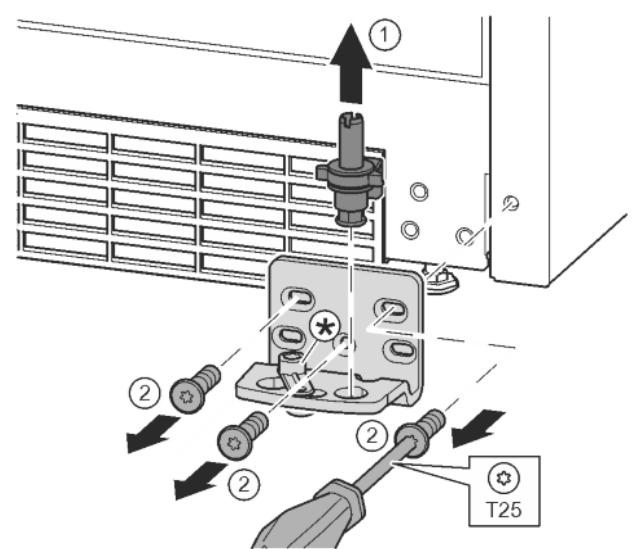

Fig. 15
- Ložiskový čep celý vytáhněte nahoru. Fig. 15 (1)
- Šroubovákem T25 vyšroubujte šrouby a sejměte stojan ložiska. Fig. 15 (2)